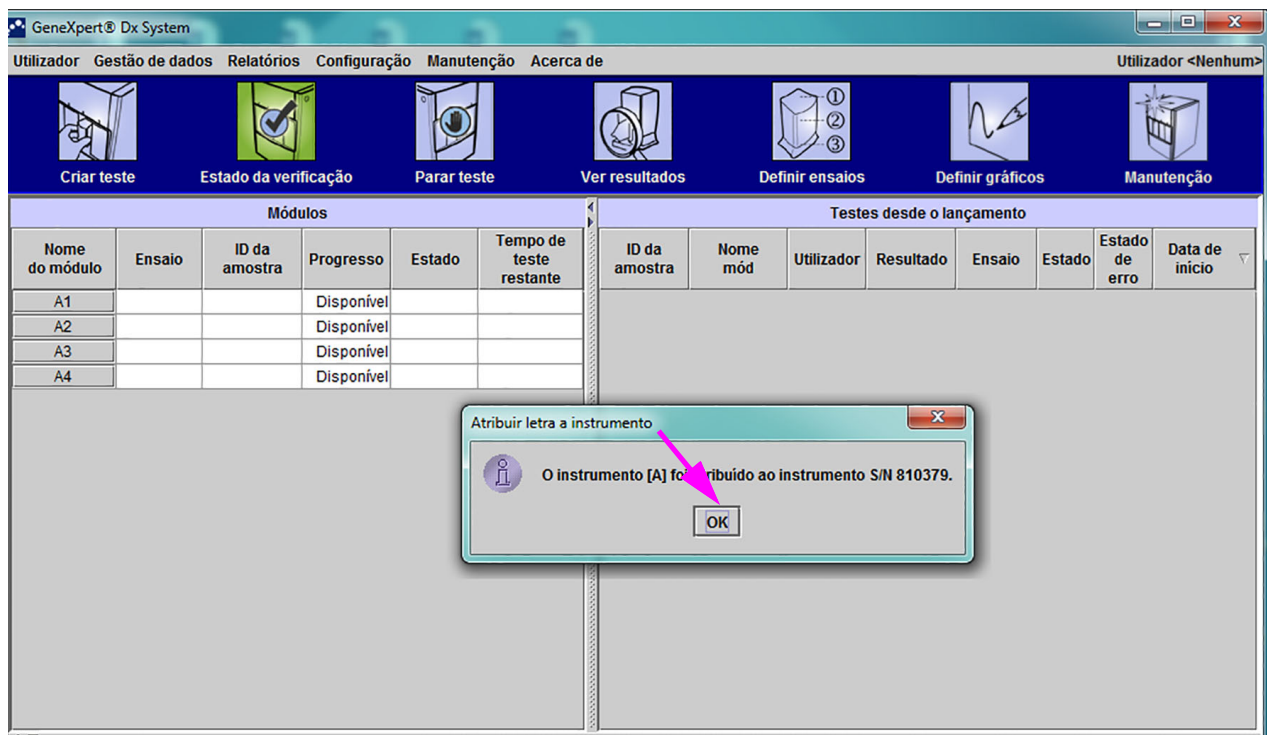

**Figura 2-50. Ícone de atalho do GeneXpert Dx System**
- No ambiente de trabalho do Windows, clique duas vezes no ícone **GeneXpert Dx** (consulte a figura 2-50).